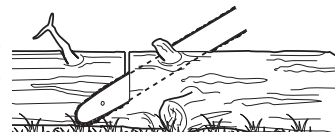

Fig. 31
- > Pour une coupe plus facile, respectez les principes de base suivants : Si le tronc est surélevé sur toute sa longueur (Fig. 31), coupez-le par le dessus.